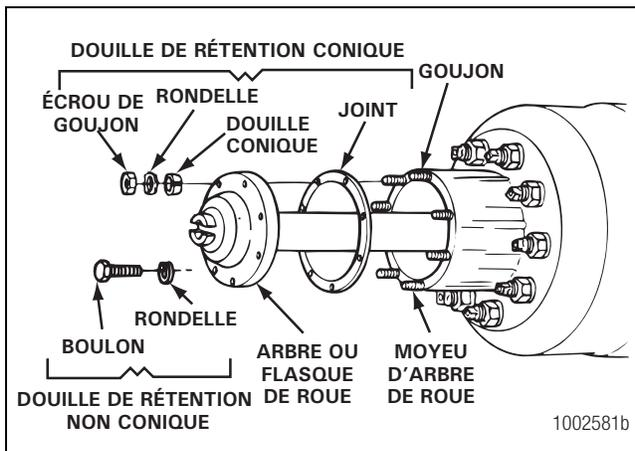

Figure 11.4
8. Retirer les écrous de goujon ou les vis de fixations et rondelles du flasque de l'arbre de roue. Figure 11.4.
9. Desserrer les douilles coniques, le cas échéant, sur le flasque de l'arbre de roue. Se reporter à la Section 3 pour les outils et procédures de dépose recommandés. Figure 11.4.
10. Retirer les douilles coniques, les arbres de roue et les joints, le cas échéant. Figure 11.4.
6. Installer au même emplacement le joint, le cas échéant, et l'arbre de roue dans le carter de pont et dans la tête de pont. Le joint et le flasque de l'arbre de roue doivent se loger bien à plat contre le moyeu d'arbre de roue. Faire tourner l'arbre de roue ou l'arbre de transmission de façon à aligner les cannelures et les trous dans le flasque par rapport aux goujons du moyeu. Figure 11.4.